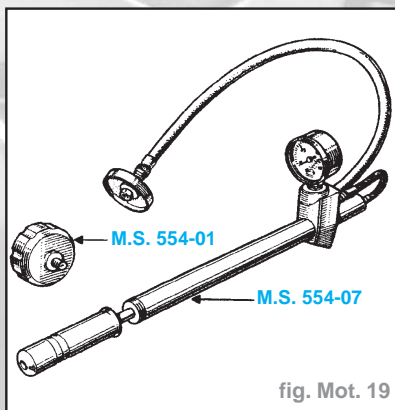

fig. Mot. 19
- Remplacer la soupape de vase d'expansion par l'adaptateur **M.S. 554-01** (fig. Mot. 19).